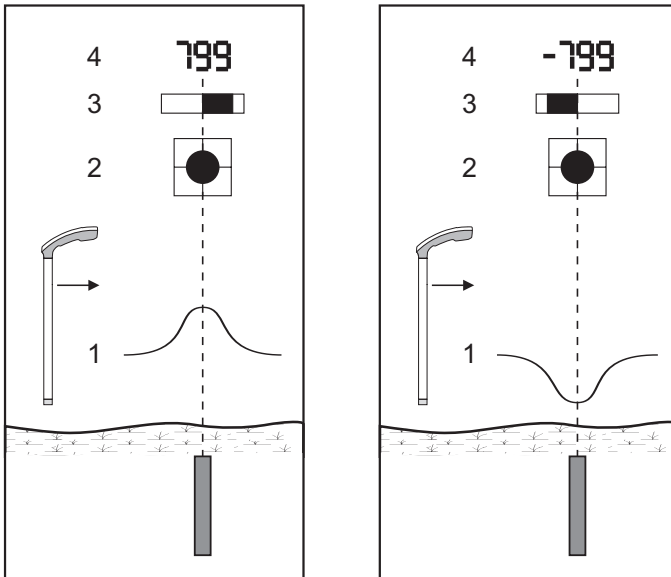

Abb. 6: Objekt in senkrechter Lage (Schnittdarstellung) – Mögliche Ortungsergebnisse
- Objekte in senkrechter Lage (Abb. 6)